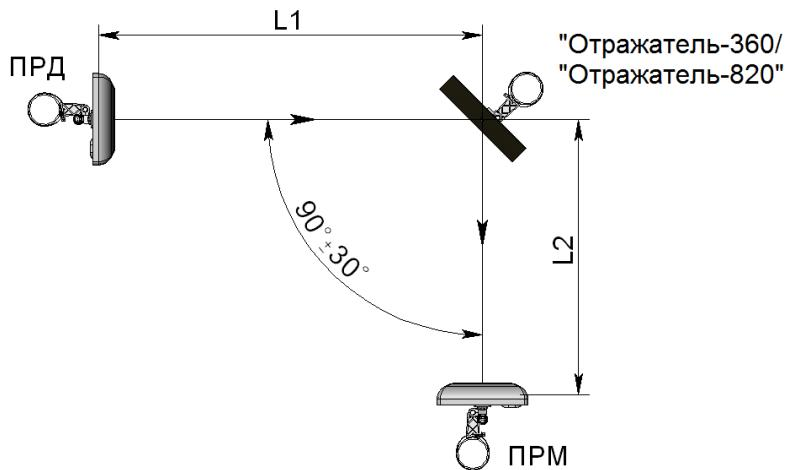

Рисунок 2.15 – Установка извещателей с применением отражателя «Отражатель-360» («Отражатель-820»)
2.3.9.2 При работе извещателей «ФОРТЕЗА-50», «ФОРТЕЗА-100», «ФОРТЕЗА-200» с «Отражателем-360» (см. рисунок 2.15) суммарная длина зоны обнаружения L1+L2 (где L1 – расстояние между блоком ПРД и отражателем, L2 – расстояние между отражателем и блоком ПРМ) не должна превышать: